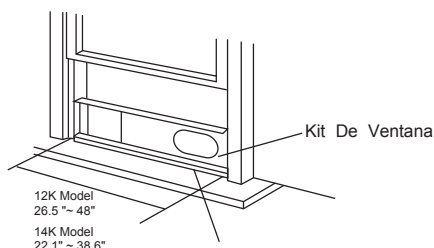

Fig.11
2. djunte el kit deslizante de ventana en la banca de la ventan. Ajuste la longitud del kit deslizante de ventana de acuerdo con la anchura de la ventana, acorte el kit de ventana ajustable si la anchura de la ventana es menor de 27 pulgadas. Abra la faja de la ventana y coloque el kit deslizante de ventana en la banca de la ventana. Fig. 11